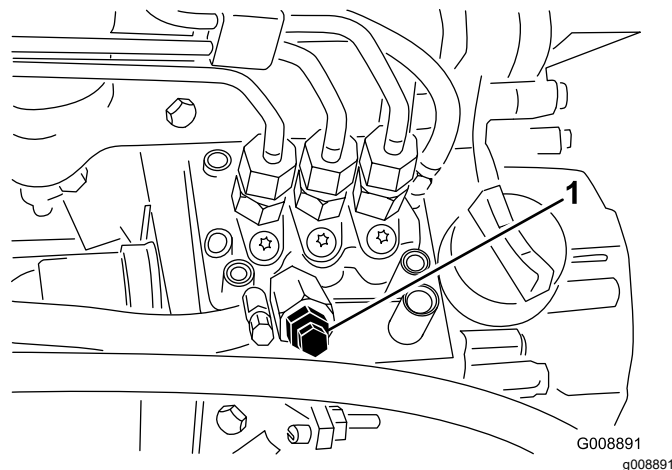

図 86
4. 燃料噴射ポンプのエア抜きねじを開ける **図 86**